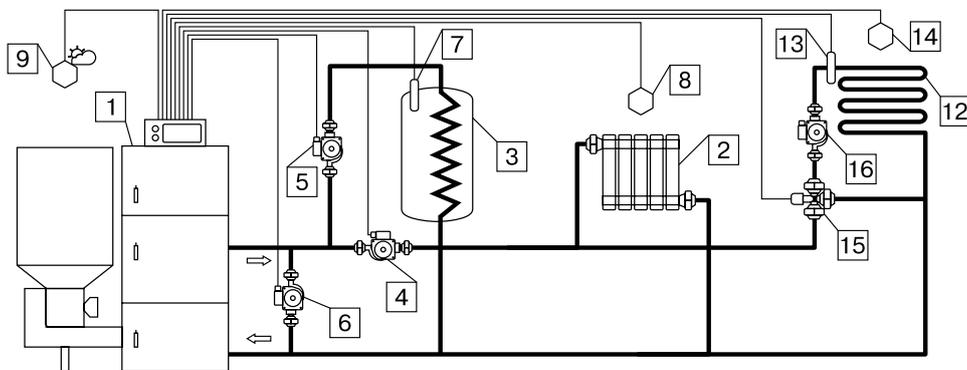
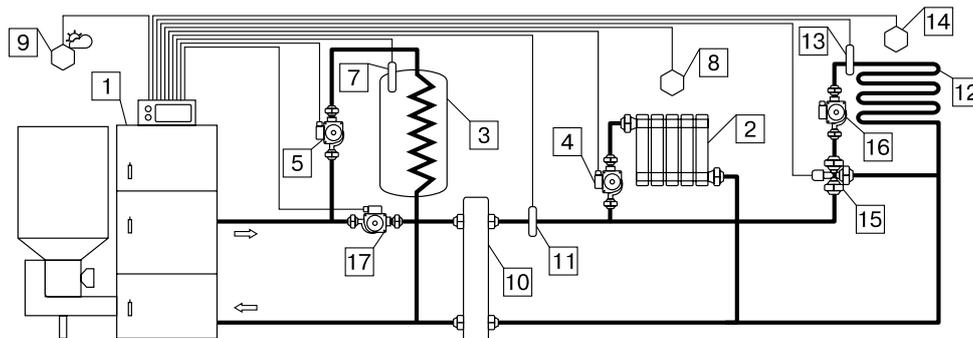

Рис.13. Упрощенная схема подключения котла с узлом рециркуляции.
Рис.14. Упрощенная схема подключения котла с гидроразделителем, контуром ГВС и теплого пола.
7.1.4.1 Упрощенные варианты схем монтажа котла с закрытой системой отопления представлены на рис.13; рис. 14 (Только для исполнения «Стационарный»).
7.1.4.5 Во избежание конденсации продуктов сгорания в котле и повышения долговечности котла и дымохода, отопительный котел должен быть оборудован контуром рециркуляции или смесительным устройством, поддерживающим температуру теплоносителя на входе в котел выше 65°C, (точка росы продуктов сгорания) (см. рис. 13, 14).